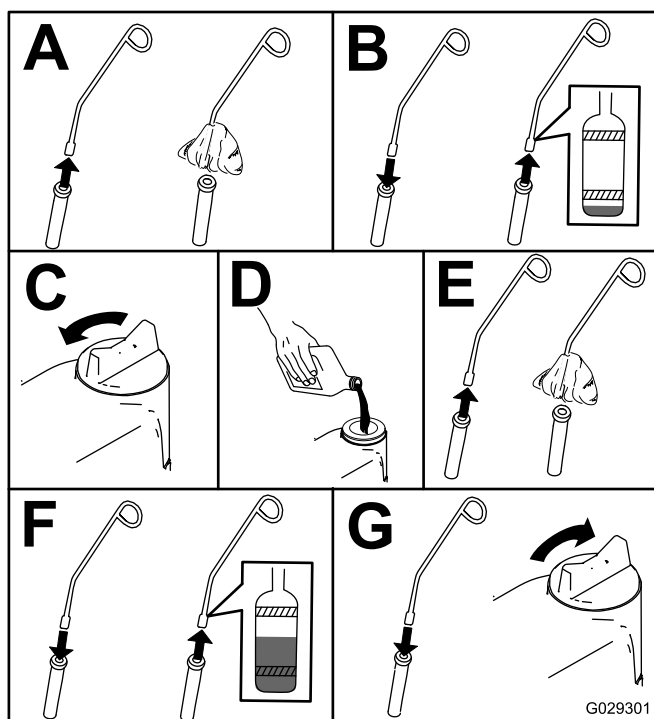

Figura 26
5. Controllate l'olio e aggiungetene altro come opportuno (Figura 26).